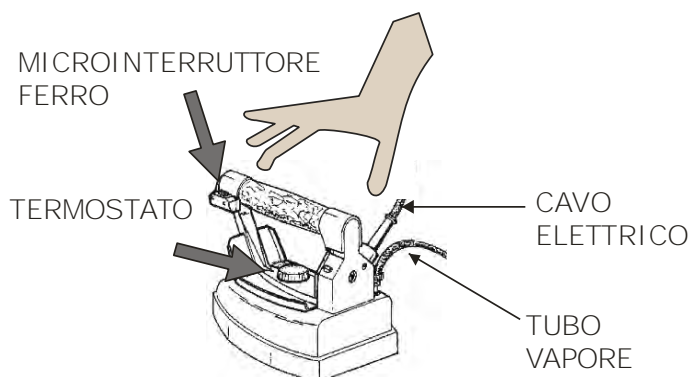

Fig. 2
1. Passare il ferro da stiro sui capi da stirare, premendo ad intervalli il microinterruttore del ferro (fig. 2) per far uscire il vapore. Si consiglia di utilizzare frequentemente l'aspirazione per evitare ristagni d'acqua sul tavolo e permettere al capo di asciugarsi.